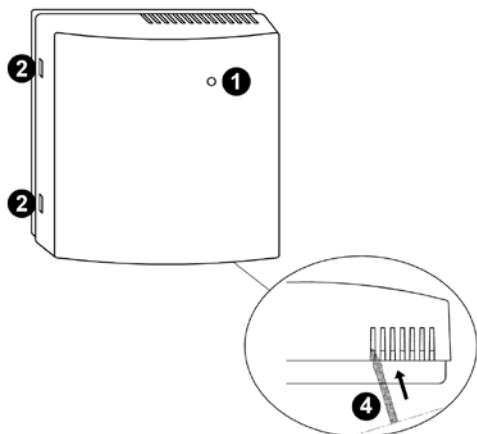

Рис.1 Внешний вид прибора
На лицевой панели устройства, отмеченной на рис. 1 располагается световой индикатор 1, который распознает и транслирует качество поступающего сигнала, а также подключение питания прибора.
- Нажмите с помощью отвертки кнопку распознавание, находится в слоте 4 на рис.1, и удерживайте в течение нескольких секунд. Таким образом Вы активируете процедуру распознавания: индикатор замигает желтым.